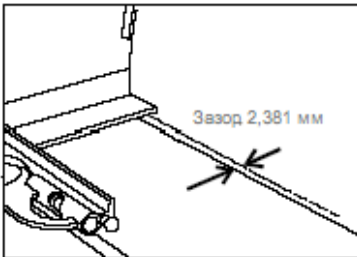

Рис. 18: Измерение зазора между диском и столом.
4. Перемещая диск на валу выставить зазор между диском и столом  $3/32''$  (Рис. 18).